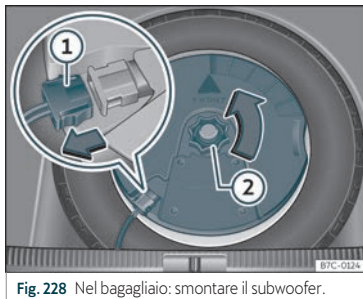

Fig. 228 Nel bagagliaio: smontare il subwoofer.
- Scollegare il cavo dell'altoparlante *subwoofer* »» fig. 228 ①.
- Ruotare la manopola di fissaggio in senso antiorario »» fig. 228 ②.